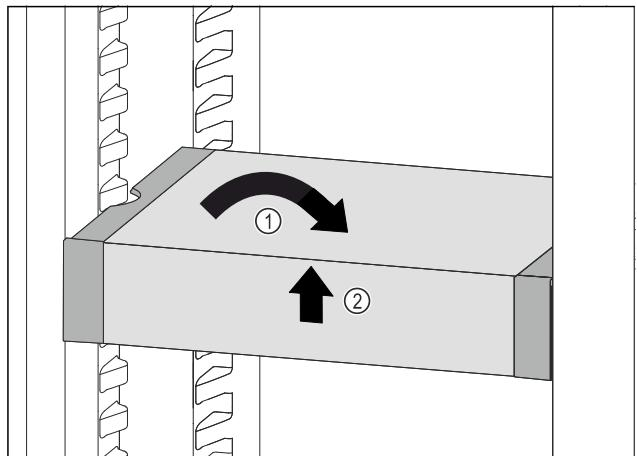

Fig. 90
- ▶ Remettre le VarioSafe droit. Fig. 90 (1)
- ▶ Soulever la partie avant du VarioSafe. Fig. 90 (2)